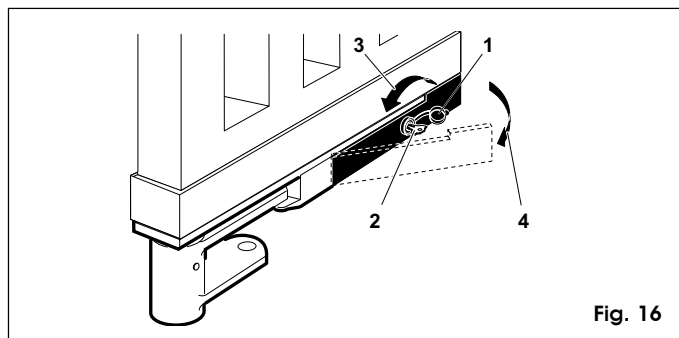

Fig. 16
- ouvrir le capot de protection de la serrure (fig. 16-rep.1)
- insérer la clé de déverrouillage dans la serrure (fig. 16-rep. 2)
- tourner la clé dans la direction du piliers jusqu'à l'arrêt (fig. 16-rep. 3)
- tirer la clé vers soi (fig. 16-rif. 4)